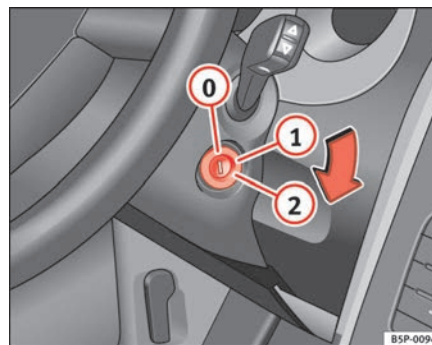

Abb. 138 Stellungen des Zündschlüssels
In dieser Stellung ⇒ Abb. 138 sind die Zündung und der Motor ausgeschaltet und die Lenkung kann gesperrt werden.
- Drehen Sie den Zündschlüssel in Stellung ⇒ Seite 176, Abb. 138 ①. Beim Vorglühen des Motors leuchtet die Kontrollleuchte  auf.
- Wenn die Kontrollleuchte ausgeht, drehen Sie den Zündschlüssel in Stellung ② zum Anlassen des Motors - geben Sie kein Gas.
- Drehen Sie den Zündschlüssel in Stellung ⇒ Seite 176, Abb. 138 .